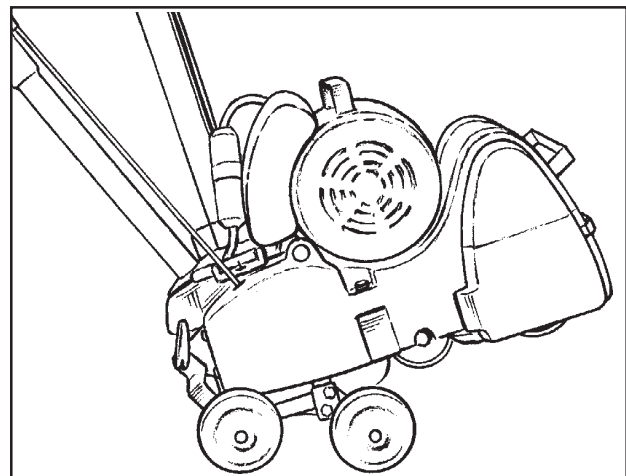

Figure 4
- Tenez le charriot (diable) en position avec votre pieds et basculez l'appareil en place pour qu'il repose sur le charriot (diable). (Voir figure 4)